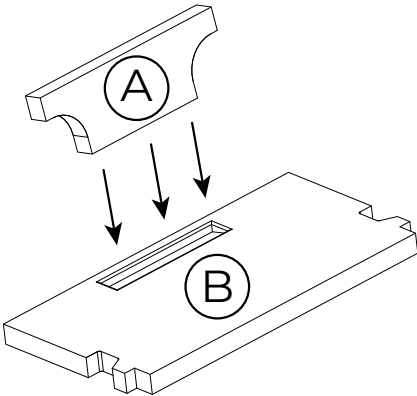

Fig. 7.6
Nota: il deflettore superiore (A) si trova in una scanalatura del deflettore inferiore (B) come in Fig. 7.6